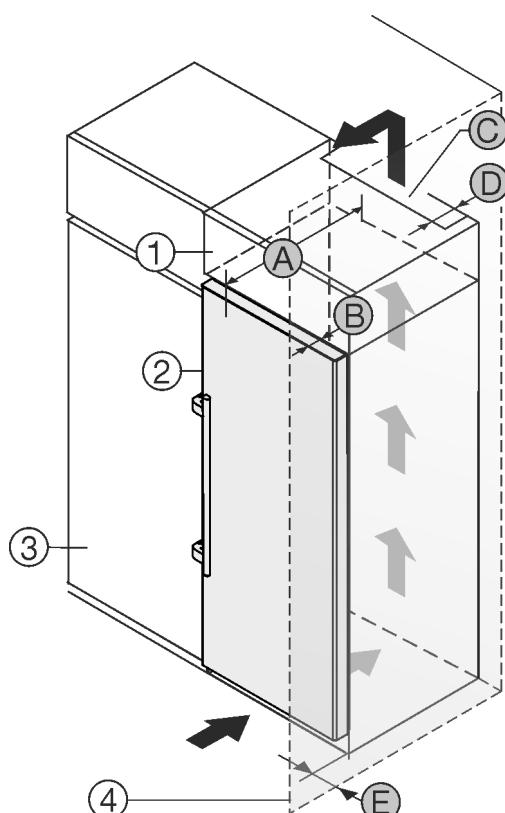

Fig. 2
Sie können das Gerät direkt neben dem Küchenschrank Fig. 2 (3) aufstellen.\*
An der Rückseite des Aufsatzschrankes muss ein Abluftschacht mit der Tiefe Fig. 2 (D) über die gesamte Aufsatzschrankbreite vorhanden sein.\*
Unter der Raumdecke muss der Entlüftungsquerschnitt Fig. 2 (C) eingehalten werden.\*
Wenn Sie das Gerät mit den Scharnieren neben einer Wand Fig. 2 (4) aufstellen, dann muss der Abstand zwischen Gerät und Wand mindestens 57 mm betragen. Dies entspricht dem Griffüberstand bei geöffneter Tür.\*
Damit Sie die Tür vollständig öffnen können, muss das Gerät um die Türtiefe Fig. 2 (B) gegenüber der Küchenschrankfront vorstehen. Abhängig von der Tiefe der Küchenschränke Fig. 2 (3) und Verwendung von Wandabstandshaltern kann das Gerät weiter herausragen.\*